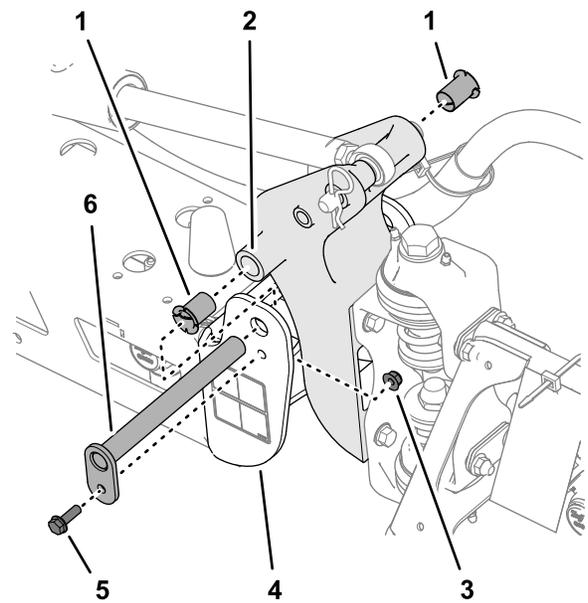

图 111
5. 从枢轴支架的前后侧拆下尼龙轴套并进行检查图 111。
6. 用少量机油润滑尼龙轴套然后将轴套装入枢轴支架内图 111。
7. 将枢轴支架内的孔与端部槽内的孔对齐图 111。
3. 卸下固定枢轴销的螺栓和螺母然后取下枢轴销图 111。